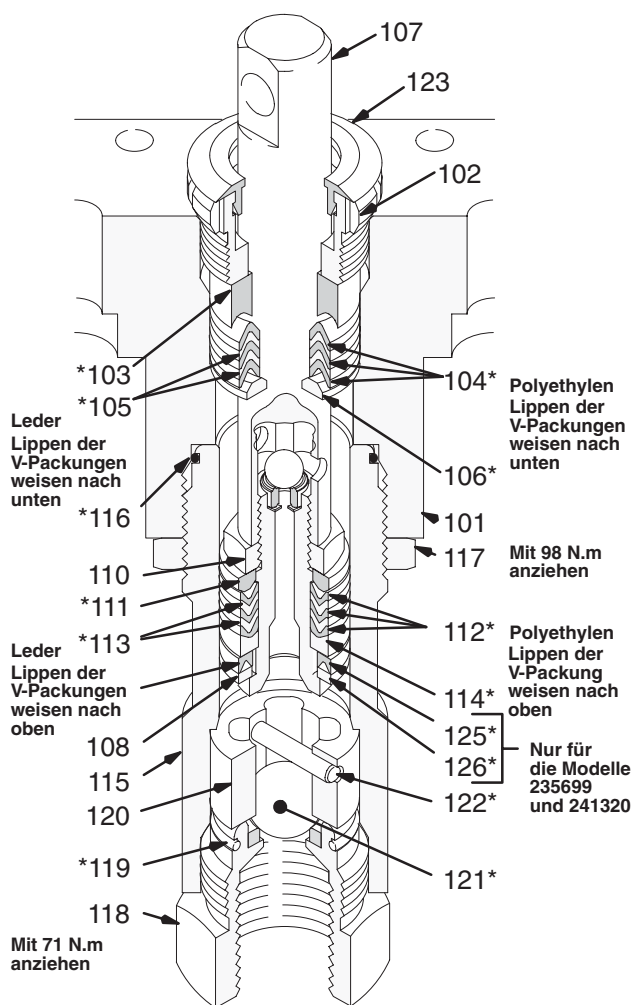

Abb. 6
9. Folgende Teile einzeln von oben her in den Verteiler (101) einlegen: Stützring (106*), drei Plastikpackungen (104*) abwechselnd mit zwei Lederpackungen (105*), denn den Gegenring (103*). Siehe Abb. 6.